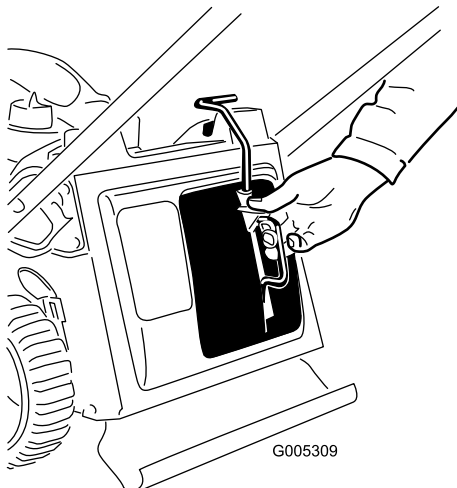

Рисунок 31
1. Снимите заглушку для мульчирования (Рисунок 31).